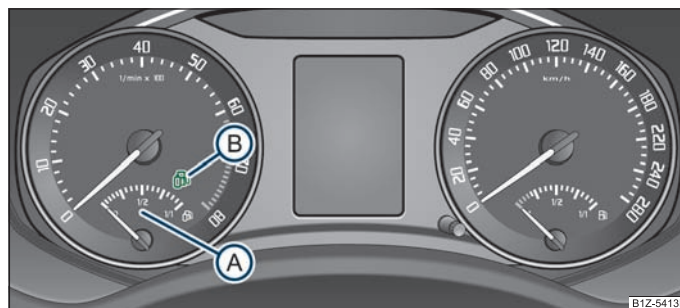

Fig. 4 Cuadro de instrumentos
El indicador del nivel de GLP (A) ⇒ fig. 4 en el cuadro de instrumentos indica la cantidad restante en el depósito de GLP.
GLP  ⇒ fig. 4 no indique la misma cantidad como inmediatamente después de repostar. Ello no se debe a una inestabilidad del sistema sino a la reducción de la presión en el depósito de GLP después de una fase de enfriamiento inmediatamente después de repostar. ■